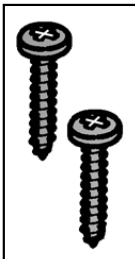

Abb. 3
- Nr. 2 Schrauben für Spanplatten 4,5x16 mm für die frontale Befestigung der Verpackungsmaschine am Möbel (**Abb. 3**).